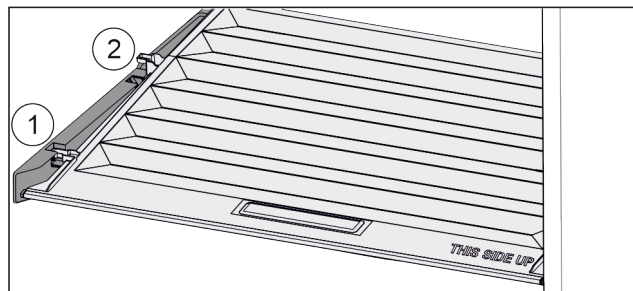

Fig. 111
- ▶ Vytáhněte víko dopředu až k otvoru v přídržných dílech Fig. 111 (1).
- ▶ Vzadu zespuďte nadzvedněte a vyjměte směrem nahoru Fig. 111 (2).